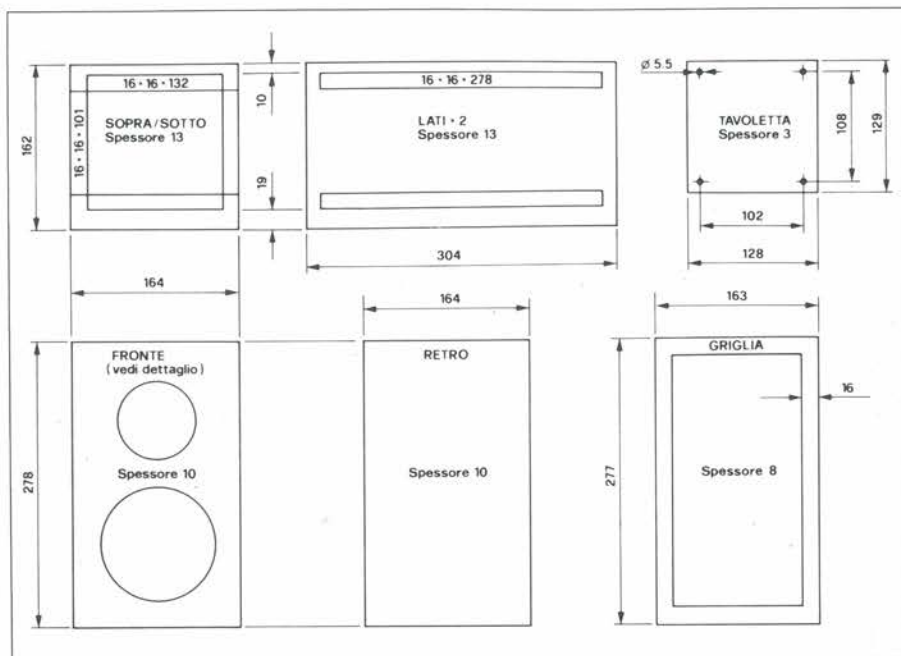

Fig. 4. Misure delle parti in legno del diffusore "Simil Rogers".
- 1 - Tagliare pannelli e listelli a misura (Fig. 4).